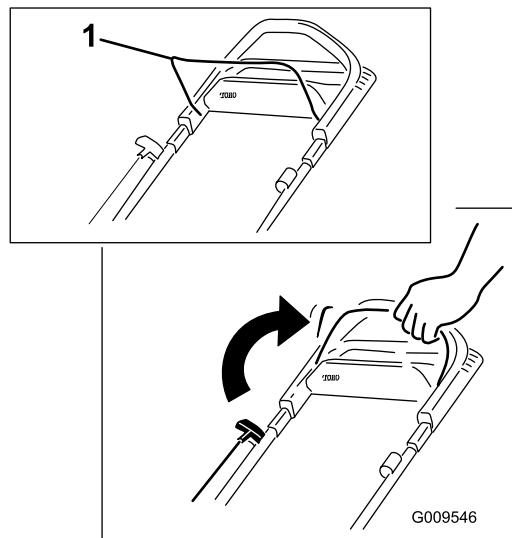

Figura 19
1. Tenete la barra di comando della lama contro la maniglia (Figura 19).